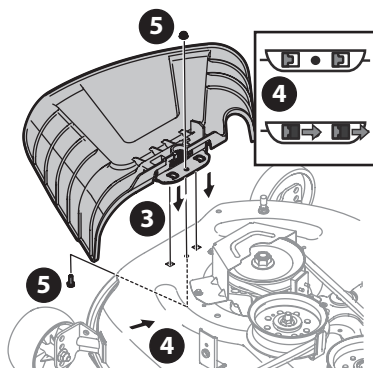

Figura 18
3. Ubique el deflector del canal en la plataforma, asegúrese de insertar las lengüetas de dicho deflector en los orificios de la plataforma (Figura 18).
4. Deslice el deflector del canal hacia la parte posterior del tractor hasta que el orificio del perno que está en el deflector del canal quede alineado con el orificio de la plataforma (Figura 18).
5. Sujete el deflector del canal en su lugar con la tuerca de seguridad con brida y el tornillo hexagonal que se extrajeron en el paso dos. Ajuste hasta 102-124 pulgadas-libras (12-14 N-m) (Figura 18 en la página 48). Pase a Ajuste de las Ruedas de la Plataforma.